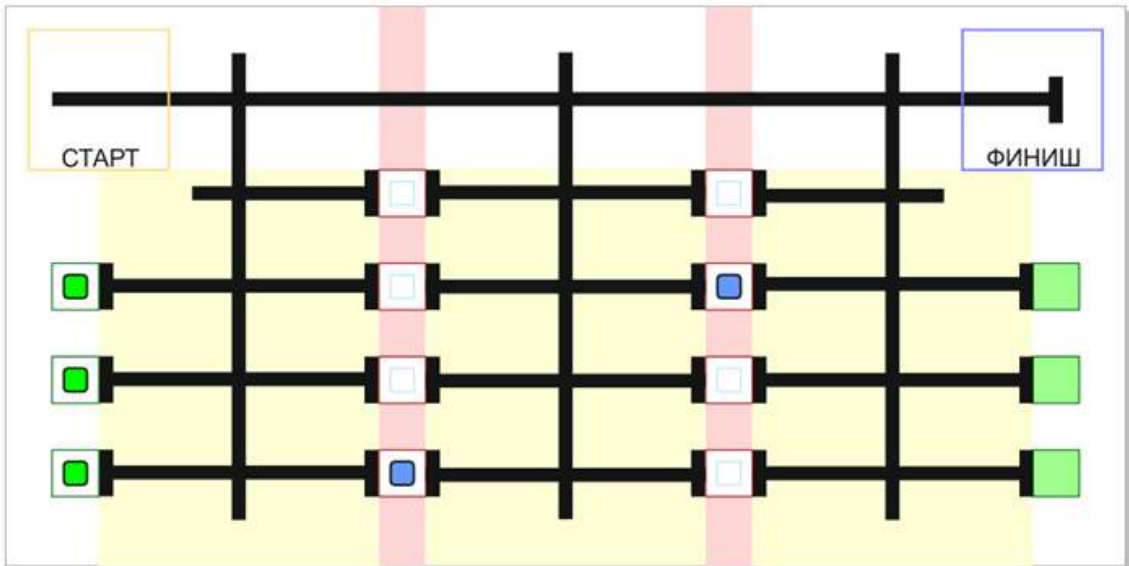

Рис. 1. Пример начального расположения кубов
- Робот не должен оказаться внутри двух жёлтых зон одновременно, переехав колесами из одной в другую. Перемещение из одной желтой зоны в другую возможно только через белую зону в верхней части полигона (рис. 1). Две разные желтые зоны разделены розовой зоной.